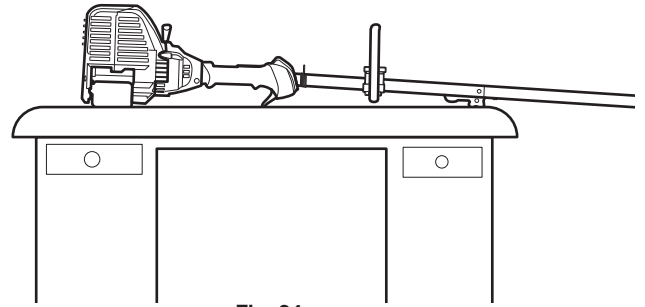

Fig. 34
2. **Ubique la unidad sobre una superficie plana y nivelada**, como un banco de trabajo o una mesa. El protector del cabezal de corte debe quedar colgando del borde de manera que el motor quede nivelado (Fig. 34).